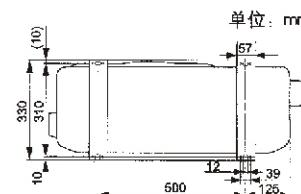
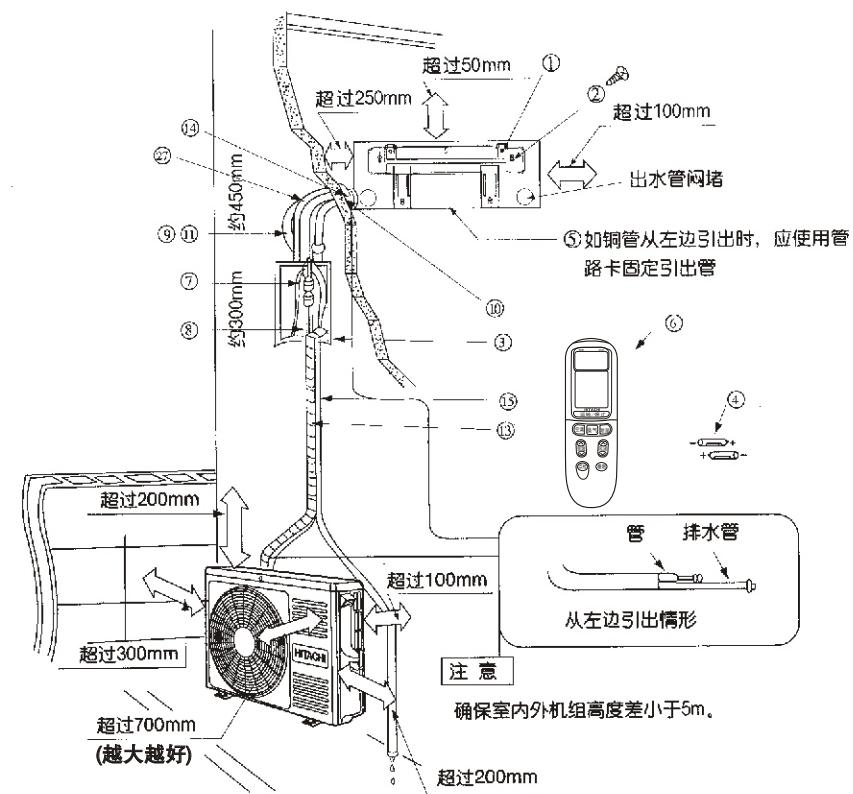

图 2
图 1
- (1) 为了便于修理, 室内机组旁边应如图1般保留空间。
- (1) 如图1所示保留室外机组旁的空位, 避免任何障碍物妨碍通风系统。
(2) 尽量安装于房屋的东或北方。如装于南或西方是无可避免时, 应有遮盖物遮盖。
(3) 最好不要安装在污秽或雨淋的地方。
(4) 尽量靠近室内机组安装。
(5) 室外机外形尺寸及安装固定孔位置见图2
- 1 示图 1 是管道后出连接安装成形。
- 2 根据总装示图 1 结合对应附件按要求牢固安装。